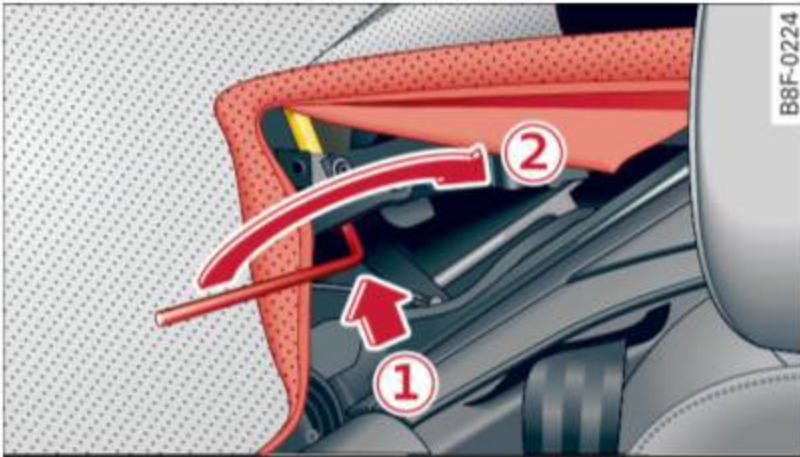

Fig. 54 Arrière de la capote électrique : fixation du verrou
- ▶ Tirez la garniture de toit de la capote électrique sur le côté dans la zone autour des appuis-tête pour fixer les verrous ⇒ *fig. 54* ⇒ ⚠ dans *Étape 2 : Retrait du couvercle du compartiment du toit décapotable électrique à la page 54.*
- ▶ Enfoncez la clé d'urgence dans le sens de la flèche ② jusqu'à ce que le verrou soit fixé.